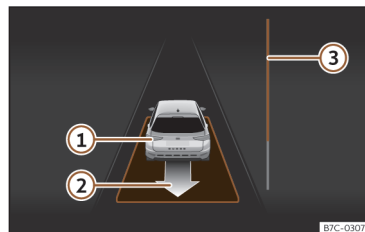

Fig. 136 No ecrã do painel de instrumentos: sair do estacionamento de um lugar em paralelo.
- Retroceda até soar o sinal contínuo do ParkPilot; **OU:** faça marcha-atrás até aparecer a indicação de fazer marcha à frente no ecrã do painel de instrumentos. A barra de progresso >>> **Fig. 136** ③ indica a distância a percorrer.